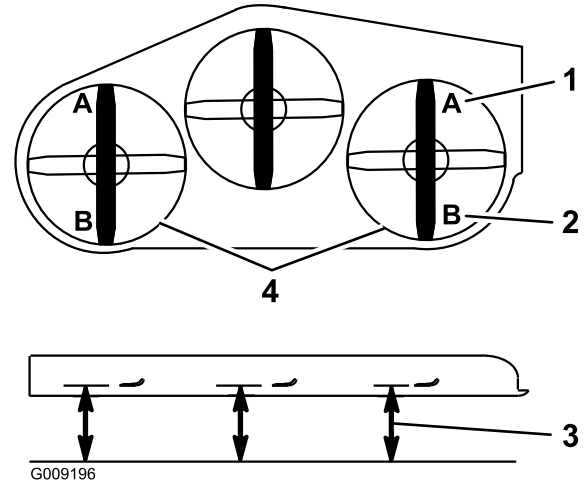

Figure 96
- De chaque côté du tablier de coupe, mesurez la distance entre la surface plane et la pointe avant de la lame (position A), comme montré à la Figure 96.
15. De chaque côté du tablier de coupe, mesurez la distance entre la surface plane et la pointe arrière de la lame (position B), comme montré à la Figure 96.